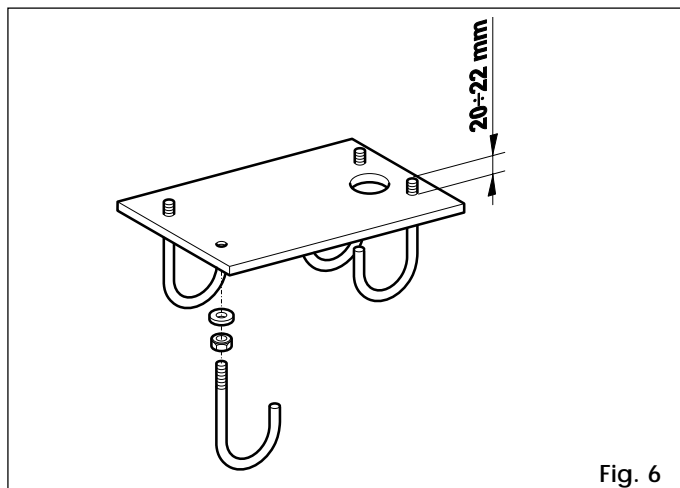

Fig. 6
- 1) Assemblare la piastra di fondazione come da fig. 6.